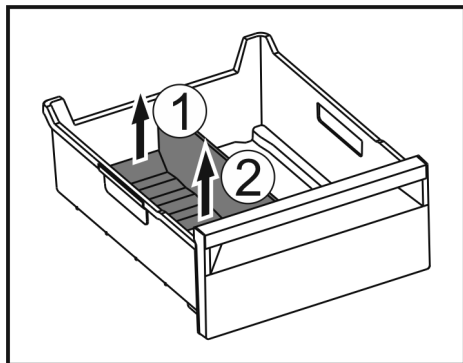

Fig. 135
- ▶ Приподнимите заднюю часть разделителя отделения для льда. Fig. 135 (1)
- ▶ Извлеките разделитель отделения для льда движением вверх. Fig. 135 (2)